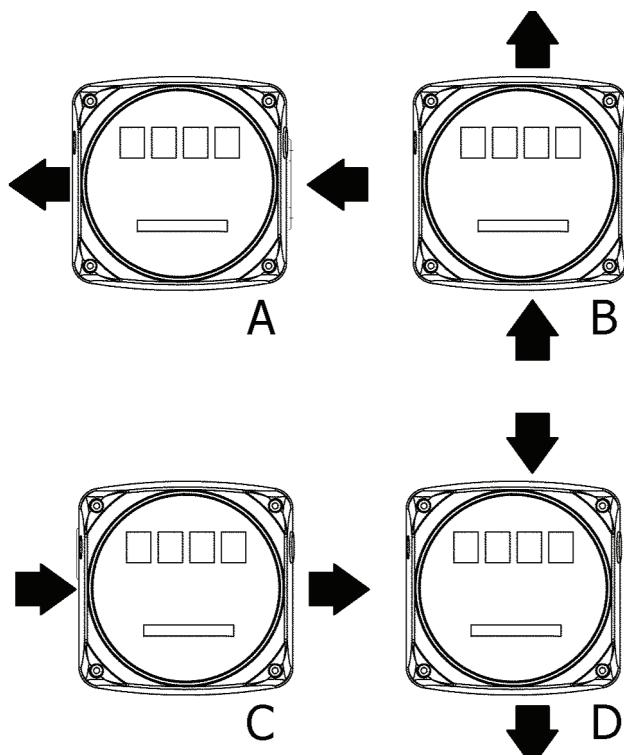

Fig. 2
- The meter is supplied in the standard configuration B (fig. 2). The meter and cover can be rotated by 90° to 90° in respect to the body in order to carry out the other three (A, C, D) configurations.
- El contador se suministra en la configuración estándar B (fig. 2). El contador y la tapa pueden ser giradas de 90° en 90°, respecto al cuerpo, para realizar las restantes configuraciones ilustradas (A, C, D).
- Le compteur est fourni dans la configuration standard B (fig. 2). Le compteur et le couvercle peuvent toutefois être tournés de 90° en 90° par rapport au corps pour réaliser les autres configurations présentées (A, C, D).
- Der Zähler wird standardmäßig in Ausführung B (Bild 2) geliefert. Zähler und Deckel können um jeweils 90° gedreht werden, um die Ausführungen A - C - und D zu erreichen.